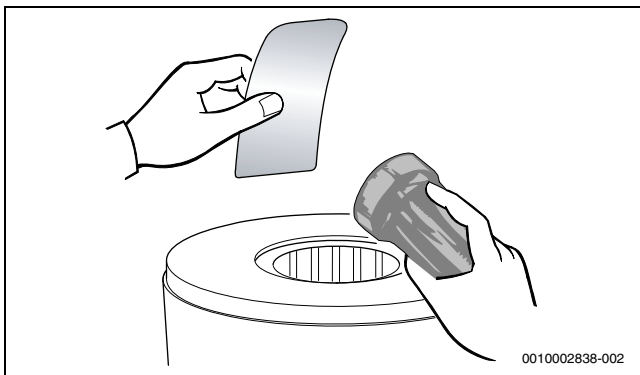

Bild 67 Wärmepumpenblock auf Rückstände prüfen
- ▶ Wärmepumpenblock erneut auf Rückstände prüfen (→ Bild 67).